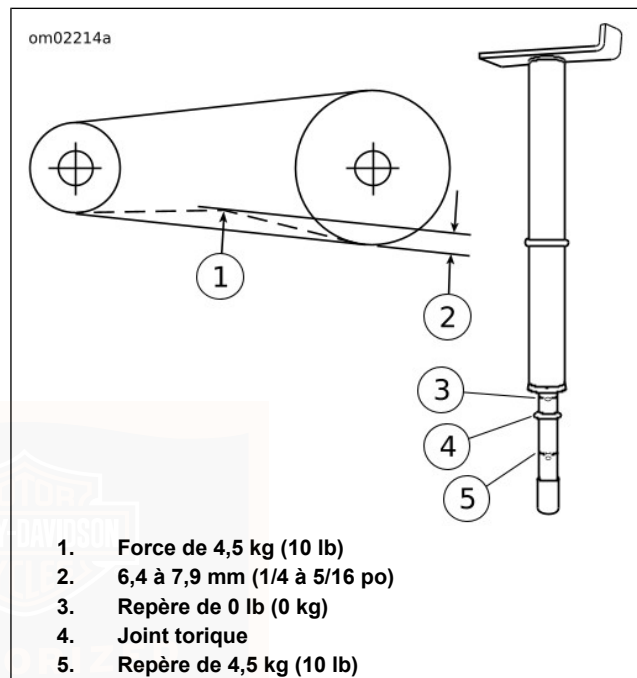

Figure 43. Fléchissement de la courroie
2. Voir Figure 43. Mesurer le fléchissement de la courroie à l'aide de BELT TENSION GAUGE (VÉRIFICATEUR DE TENSION DE COURROIE) (N° DE PIÈCE : HD-35381-A) :
- Faire glisser le joint torique (4) vers le repère de 0 kg (0 lb) (3).
- Ajuster le berceau de courroie contre le bas de la courroie d'entraînement à mi-chemin entre les poulies d'entraînement (1).
- Pousser le bouton vers le haut jusqu'à ce que le joint torique s'abaisse vers le repère de 4,5 kg (10 lb) (5) et s'immobilise.
3. Mesurer le fléchissement de courroie (2) tout en immobilisant la jauge.